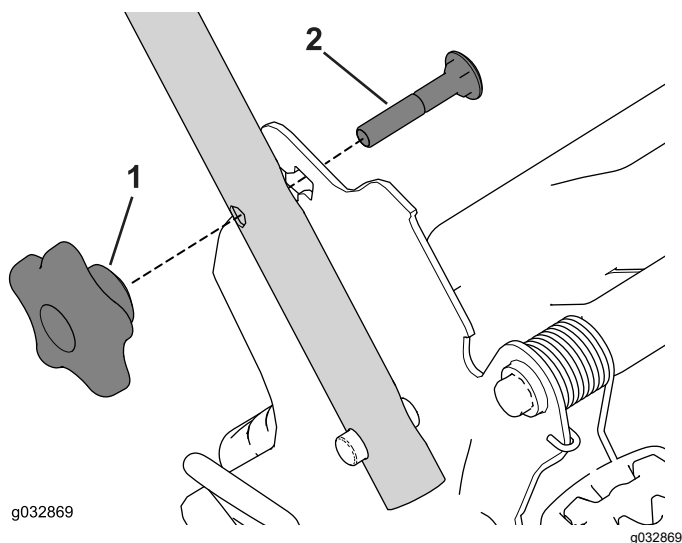

Figure 27
1. Retirez et conservez les 2 boutons et les 2 boulons de carrosserie du support de la poignée (Figure 27).